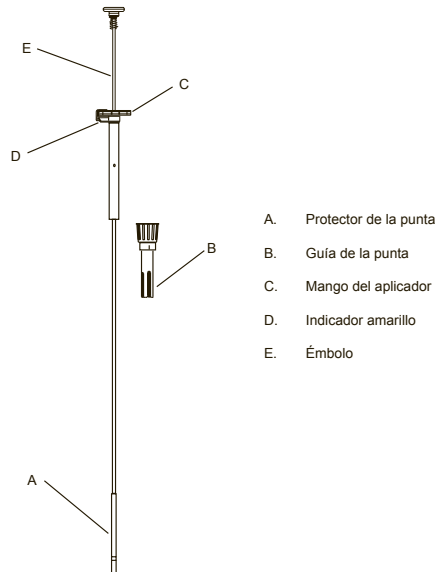

Figura 1: Aplicador
- Alinee correctamente el indicador amarillo (D en la figura 1) con la flecha roja de la sonda de biopsia al colocar las esferas.
Consulte el diagrama del aplicador en la figura 1.